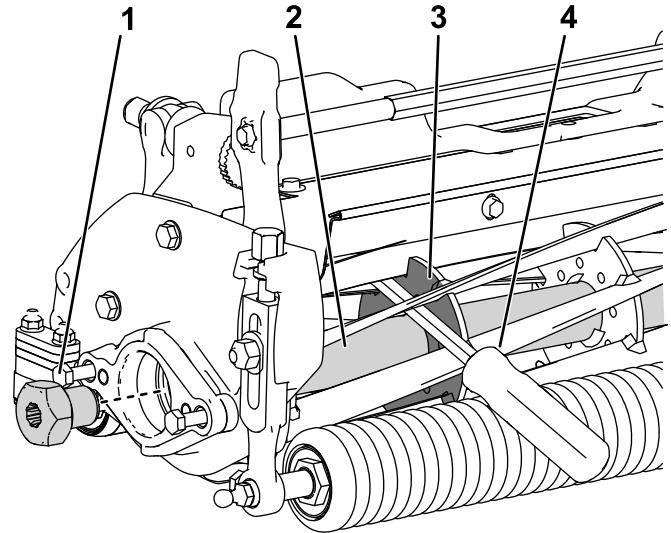

Рисунок 37
- Вставьте монтировку с длинной ручкой (рекомендуется использовать монтировку размером 0,95 x 30 см [ $\frac{3}{8}$  x 12 дюймов] с рукояткой как у отвертки) через переднюю часть режущего барабана, максимально близко к боковой части режущего блока, к которому вы будете прилагать крутящий момент (Рисунок 37).
- Установите монтировку так, чтобы она была прижата к сварной стороне опорной пластины барабана (Рисунок 37).